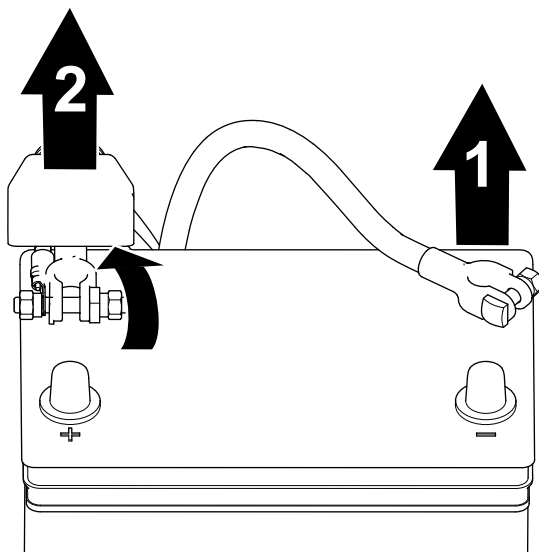

Figura 39
3. Levante o isolamento e retire o cabo positivo da bateria do polo (Figura 39).